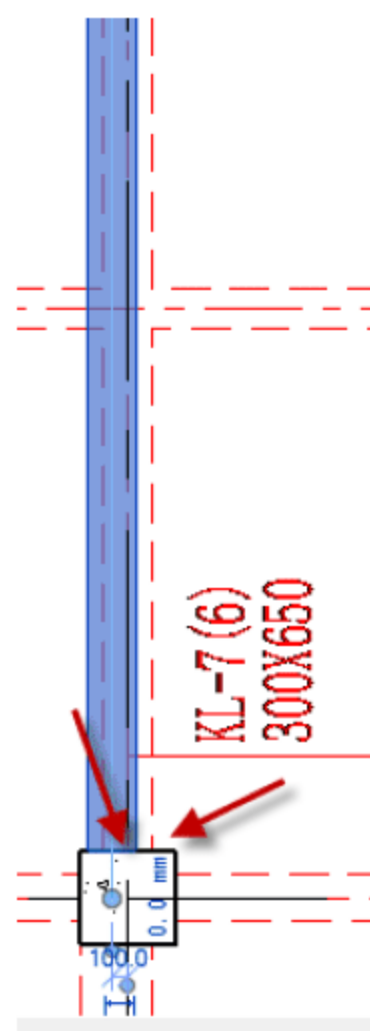

图 4.2.47 调整矩形梁的位置
(22) 调整矩形梁 KL-7 的位置，选中矩形梁 KL-7，按快捷键 M+V，移动矩形梁的位置，使其与梁线对齐，如图 4.2.47 所示。